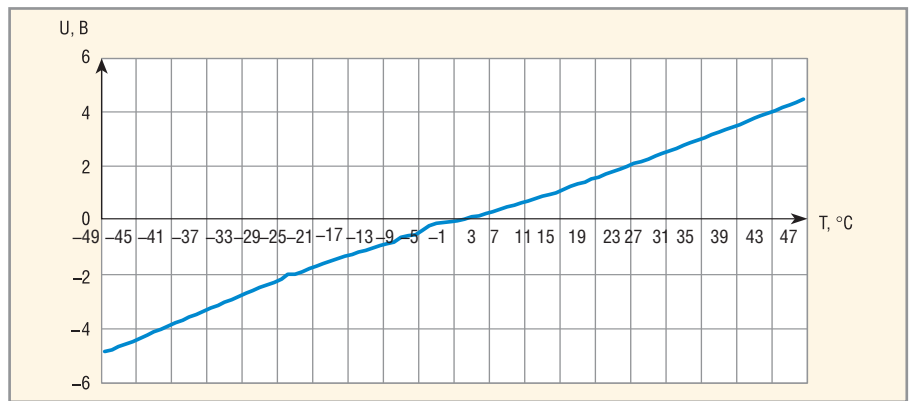

Рис. 7. График выходного напряжения схемы обработки с микросхемой 1019ЧТЗС при натуральных испытаниях
- суммарная погрешность измерения схемы обработки и микросхемы 1019ЧТЗС в температурном диапазоне $\pm 50^\circ\text{C}$ не превышает $\pm 2^\circ\text{C}$ (см. рис. 7);